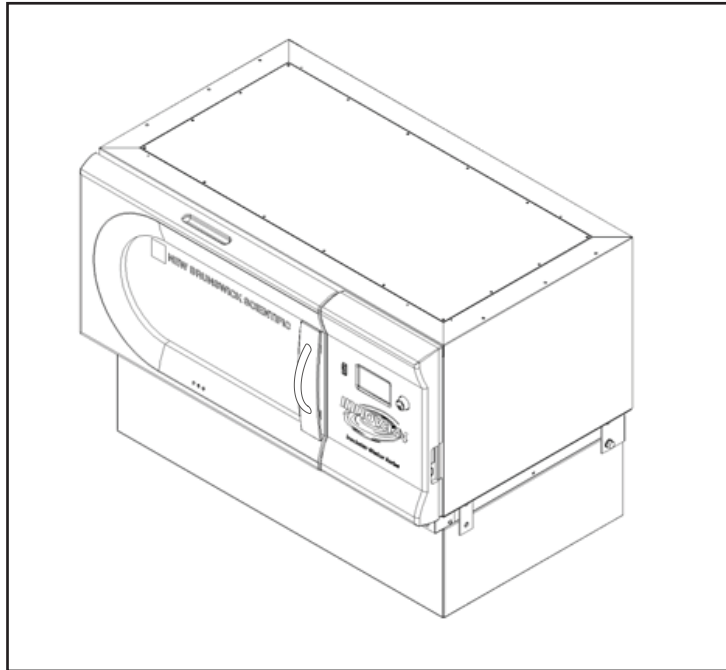

Abb. 6-4: Auf Rahmengestell befestigter Schüttler
9. Ziehen Sie alle Schrauben gleichmäßig an. Sind alle Montagewinkel sicher angeschraubt, sieht der auf dem Rahmengestell befestigte Schüttler wie folgt aus (siehe Abb. 6-4 auf S. 26):